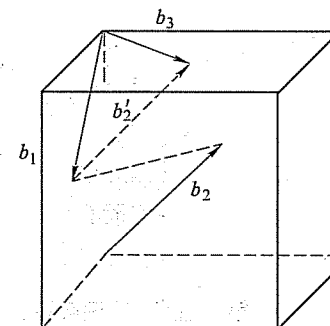

图 18-3 第二题第 3 小题解答图
3. 新位错为  $b_3 = \frac{a}{2} [110]$ 。位错线为  $(111)$  面与  $(\bar{1}\bar{1}\bar{1})$  面的交线  $[\bar{1}10]$ 。两者垂直, 因此是刃型位错。如图 18-3 所示。
4.  $\{110\}$ :  $(110) (101) (011) (\bar{1}\bar{1}0) (\bar{1}0\bar{1}) (0\bar{1}\bar{1})$